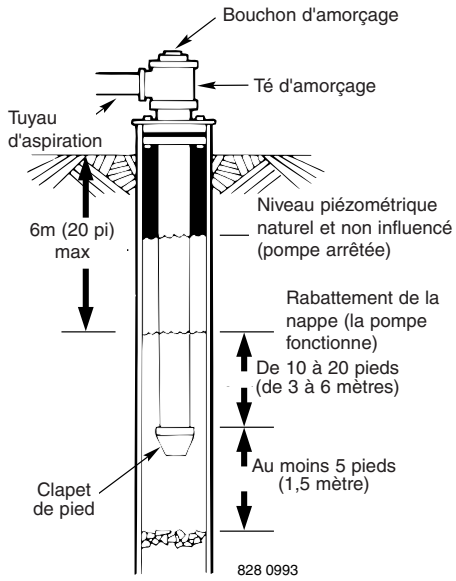
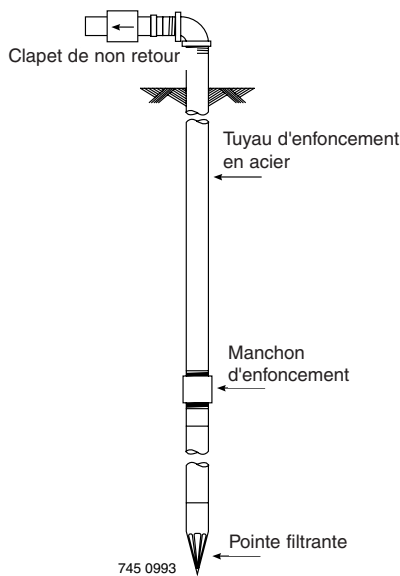

Figure 5 - Installation dans un puits creusé/tubé
Figure 6 - Installation d'une pointe filtrante
- 5° Lorsque l'on utilise un clapet de pied, il est recommandé d'utiliser un té et un bouchon d'amorçage, comme il est illustré à la Figure 5.
- 1° Brancher le tuyau d'aspiration sur la pointe filtrante, comme il est illustré à la Figure 6. Le tuyau horizontal doit être aussi court que possible. Utiliser du ruban téflon sur les filets mâles des tuyaux. Pour obtenir un débit suffisant, il faudra peut-être utiliser plusieurs pointes filtrantes.
- 2° Pour faciliter l'amorçage lorsque la pompe est branchée sur plusieurs pointes filtrantes, poser un clapet de non retour en ligne, comme il est illustré à la Figure 6. S'assurer que la flèche du clapet de non retour indiquant le sens du débit est orientée vers la pompe.
NOTA : Dans le cas de grandes longueurs horizontales de tuyaux, poser un té d'amorçage entre le clapet de non retour et la tête du puits, comme il est illustré à la Figure 5. Dans le cas de pointes filtrantes, poser un clapet de non retour comme il est illustré à la Figure 6. S'assurer que la flèche indiquée sur le clapet de non retour est orientée vers la pompe.